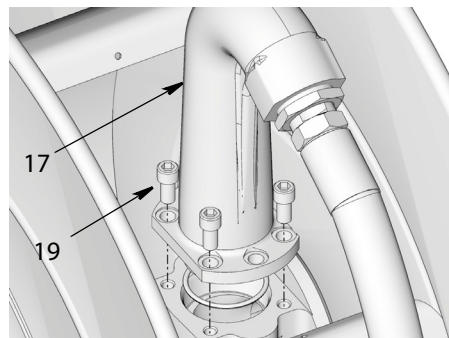

Рис. 36
6. Установите выпускной патрубок (17) обратно на катушку. Установите на место и надежно затяните болты (19). Затягивайте болты с усилием 32,54–40,67 Н·м (24–30 футофунтов) (Рис. 36).